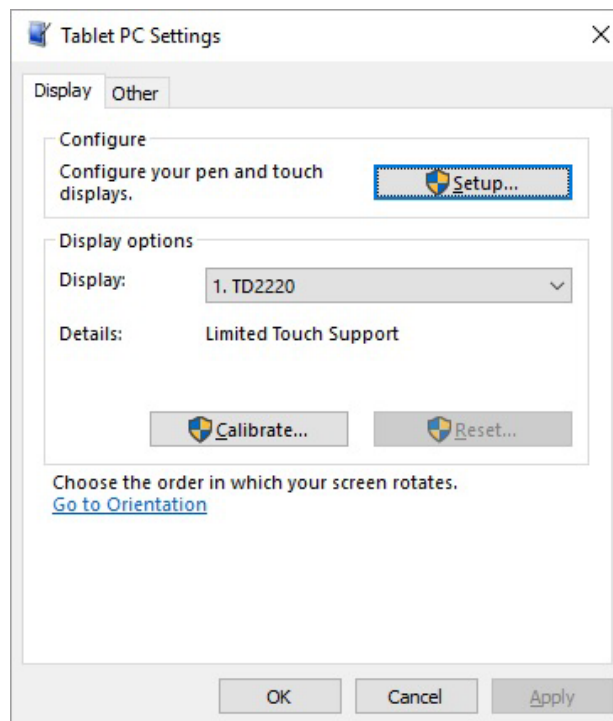

Figura 5-1: Seleccione la pantalla
2. En la pestaña **Pantalla** en la ventana **Ajustes Tablet PC** , confirme el nombre del monitor que se desea calibrar desde el menú desplegable (ver Figura 5-1).